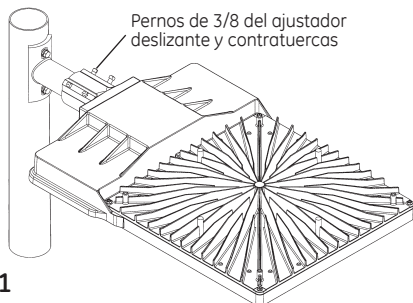

FIGURA 1
- Apriete los (4) pernos de 3/8 del ajustador deslizante hasta 10 a 14 lbs-pie (14 a 19 N.m). Apriete las contratueras después de haber apretado los pernos. (Vea la Figura 1)